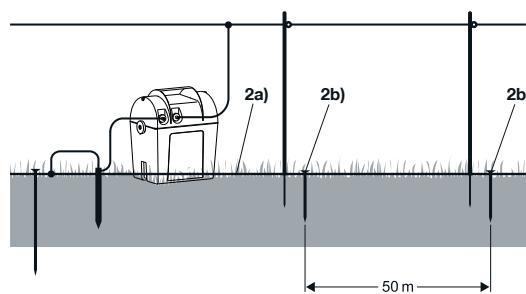

Fig. 3
**INBETRIEBNAHME UND KONTROLLE (SIEHE FIG. 3):**
**OPERATION AND CONTROL (SEE FIG. 3):**